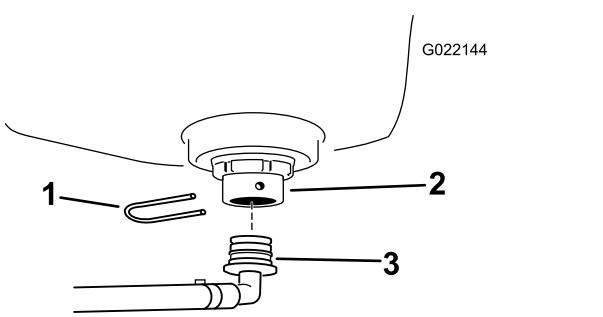

Figura 12
- 2. Instale el conector de manguera del depósito de enjuague en el conector estanco y sujetelo con una horquilla de retención (Figura 12). Gire el acoplamiento hasta que quede orientado hacia atrás.